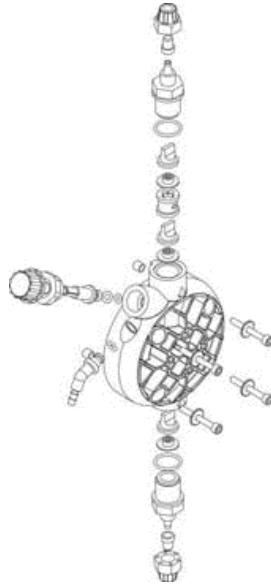

Fig. 10
3. Elimine todo el líquido presente en el cuerpo de la bomba, desmontado y volviendo a montar el cuerpo de la bomba con los cuatro tornillos de sujeción (Fig. 10).
2. Revise el funcionamiento de la bomba al menos cada 6 meses, así como la posición de los tornillos y de las juntas de impermeabilización. El control debe ser efectuado con más frecuencia en líquidos agresivos, prestando especial atención en la concentración de aditivo en la instalación. Su reducción podría ser debida al desgaste de las válvulas (en tal caso se deben sustituir siguiendo los pasos de la Fig.10) o al atasco del filtro, que se debe limpiar como se indica en el punto 3.
También se puede efectuar esta operación de la forma siguiente: una vez la bomba está desconectada de la instalación, sujete la bomba boca abajo por unos pocos segundos (15-30) sin que los tubos estén conectados a los empalmes. Si resulta imposible, desmontar y volver a montar el cuerpo de la bomba (Fig.10) utilizando los cuatro tornillos de fijación.